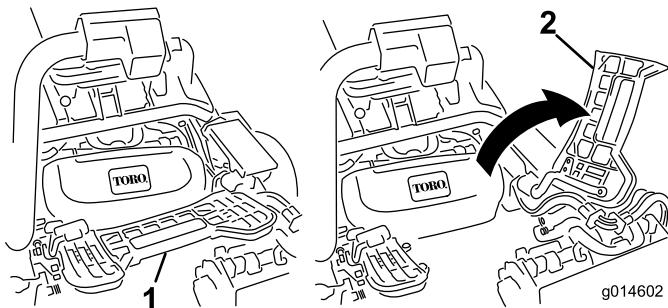

Figura 31
2. Eleve o apoio de pé e incline-o para aberto, permitindo o acesso à posição da unidade de corte central (Figura 31).